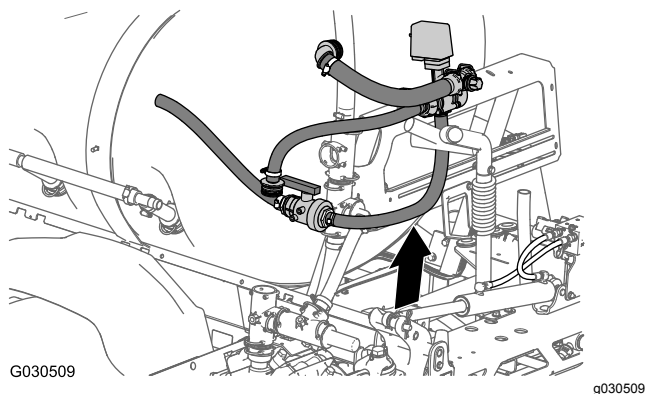

Figure 69
8. Déposez de la machine la vanne d'agitation (et la vanne de dérivation), le clapet à bille et les flexibles reliés aux vannes (Figure 69).